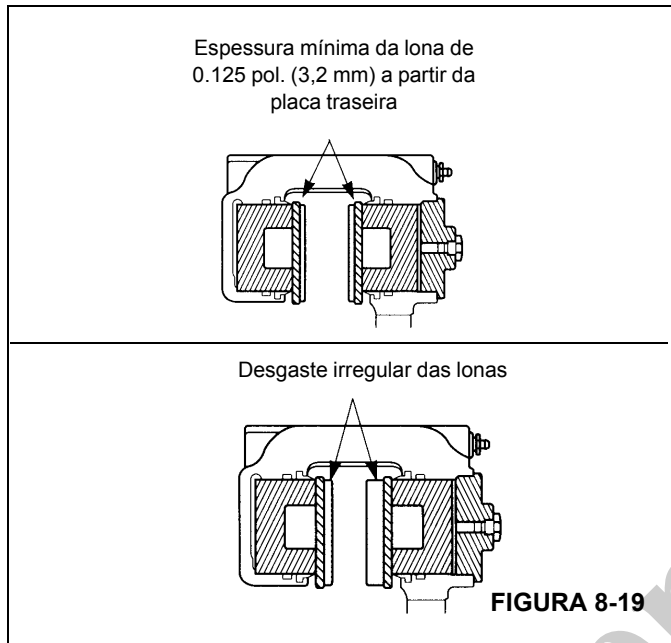

FIGURA 8-19
- Desgaste da lona: Substitua as lonas quando a sua espessura for inferior a 0.125 pol. (3,2 mm) a partir da placa traseira. Consulte (Figura 8-19).
- Desgaste irregular das lonas: Substitua as lonas se a espessura das duas lonas for significativamente diferente. Verifique se os pistões estão operando corretamente. Substitua o pistão e/ou a carcaça se um pistão ficar preso no furo. Verifique se a superfície do disco está plana e paralela aos revestimentos. Consulte (Figura 8-19).